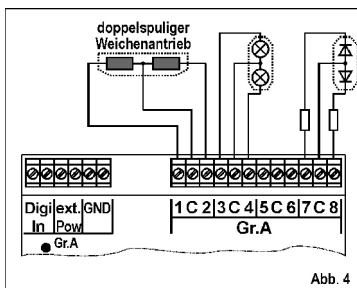

Abb. 4
Der gemeinsame Spulenanschluss wird mit der Klemme **C** verbunden. Die Einzelanschlüsse der Spulen werden mit den links und rechts vom Anschluss C liegenden Klemmen verbunden (siehe Abb. 4). Entspricht die Stellung der Weiche nicht dem jeweiligen Tastendruck vertauschen Sie die Spulenanschlüsse.
**Anschluss von Lichtsignalen mit Glühlampen:** Der gemeinsame Anschluss des Lichtsignals wird mit der Klemme **C** verbunden. Die Einzelanschlüsse der Glühlampen werden mit den links und rechts vom Anschluss C liegenden Klemmen verbunden (siehe Abb. 4).